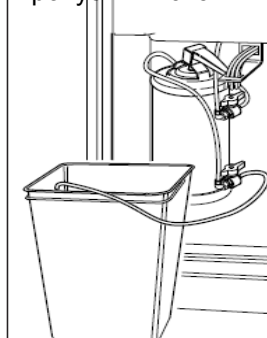

Fig. 4.15
- Пусть вода течет, пока она будет чистой (Рис. 4.15).